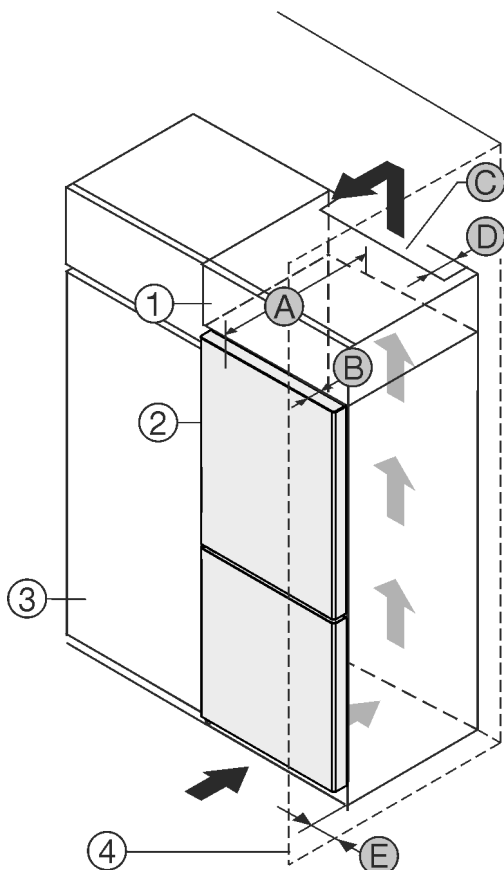

Fig. 1
Puteți amplasa aparatul direct lângă dulapul de bucătărie Fig. 1 (3)*.
În partea din spate a dulapului suspendat trebuie să existe o fantă de aerisire cu grosimea Fig. 1 (D) pe toată lățimea dulapului suspendat.*
Sub tavanul încăperii trebuie să fie respectată secțiunea de ventilație Fig. 1 (C)*.
Atunci când montați aparatul cu balamalele lângă un perete Fig. 1 (4), distanța dintre aparat și perete trebuie să fie de minim 13 mm.*
Atunci când montați aparatul cu balamalele lângă un perete Fig. 1 (4), distanța dintre aparat și perete trebuie să fie de minim 20 mm.*
Astfel încât să puteți deschide complet ușa, aparatul trebuie să fie proeminent cu cel puțin adâncimea ușii Fig. 1 (B) față de suprafața frontală a dulapului de bucătărie. În funcție de adâncimea dulapurilor de bucătărie Fig. 1 (3) și utilizarea distanțierelor de perete, aparatul poate ieși mai mult în afară.*